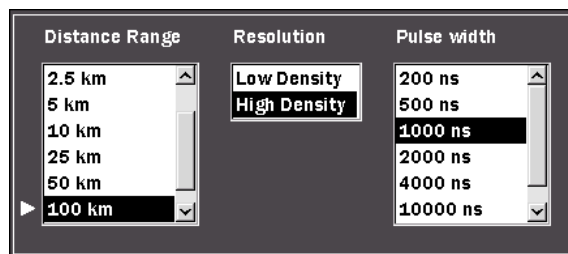

Figura 4-14: Cuadro de diálogo Rango/Resolución/Anchura de impulso
1. Pulse Rango / Anchura de impulso [Range/PW] (f4). Aparece el cuadro de diálogo Rango de distancia/Resolución/Anchura de impulso (consulte la Figura 4-14 en la página 4-40).